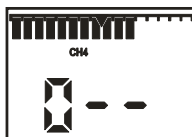

Рисунок 9.3
1) на воздухе, не содержащем горючих газов, перевести газоанализатор в режим "ПОДСТРОЙКА НУЛЯ". Для этого необходимо при нажатой кнопке "ОТКЛ" включить газоанализатор. После появления на индикаторе надписи " 0 - - " отпустить кнопки (рисунок 9.3);
2) - при нажатой кнопке "ОТКЛ" включить газоанализатор. После появления на индикаторе надписи " 0 - - " отпустить кнопки (рисунок 9.3);